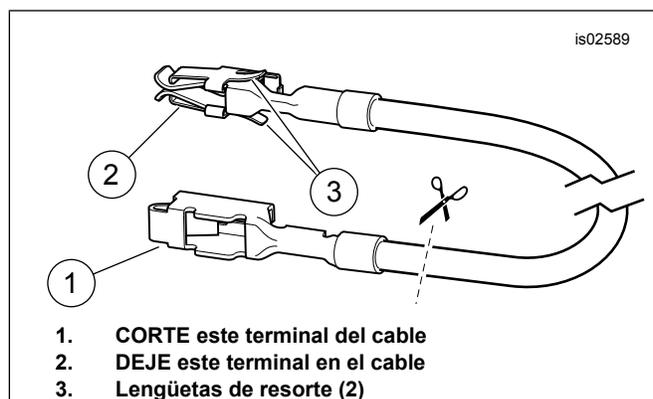

Figura 7. Cable adaptador del bloque de fusibles (Dyna y Softail)
3. Vea Figura 16. Obtenga del kit el cable del adaptador del bloque de fusibles naranja/blanco (15). Observe el terminal en cada extremo (vea Figura 7 ). Solo el terminal con las lengüetas de resorte encajará dentro de este bloque de fusibles. Cuidadosamente corte el terminal que no se esté usando del cable y deséchelo.